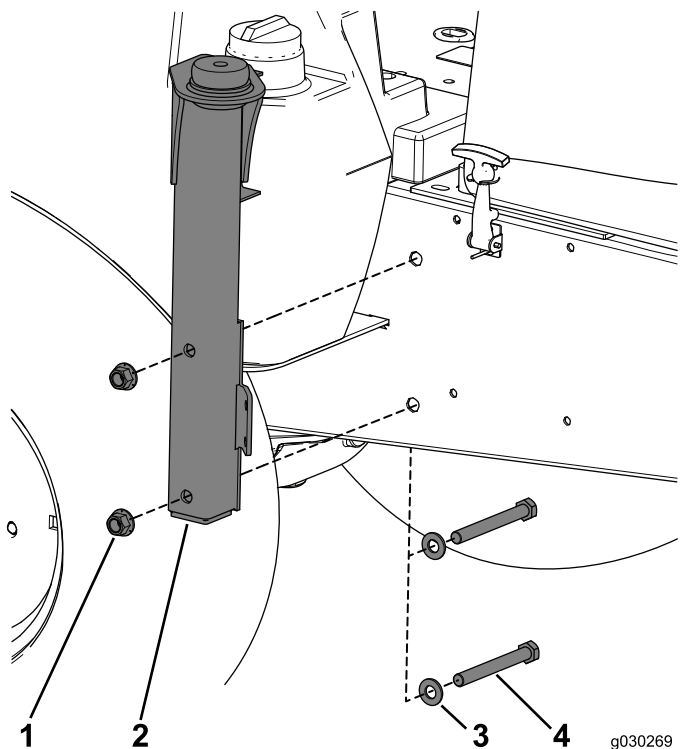

図 15
1. 左マウントを機体に取りつけるボルト ½ x 4½ インチ 2本、小さいワッシャ 2枚、ロックナット 2個を使用する 図 15。